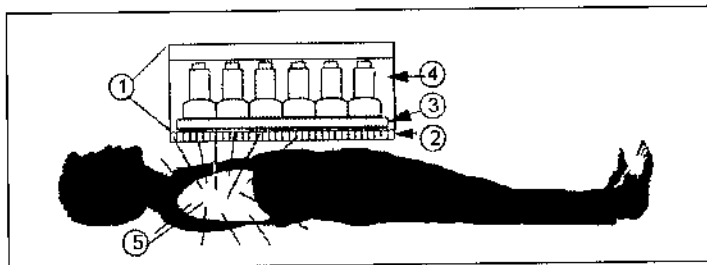

Figura 2-7 Detección de los fotones procedentes de los rayos gamma
2. Los fotones procedentes de los rayos gamma, que se originan a partir del radiofármaco dentro del cuerpo del paciente, pasan a través del colimador montado en la parte frontal del detector. El colimador garantiza que, dentro de lo posible, un fotón que golpee el detector pueda relacionarse directamente con su posición de origen dentro del cuerpo del paciente. Este proceso se ilustra en la Figura 2-7